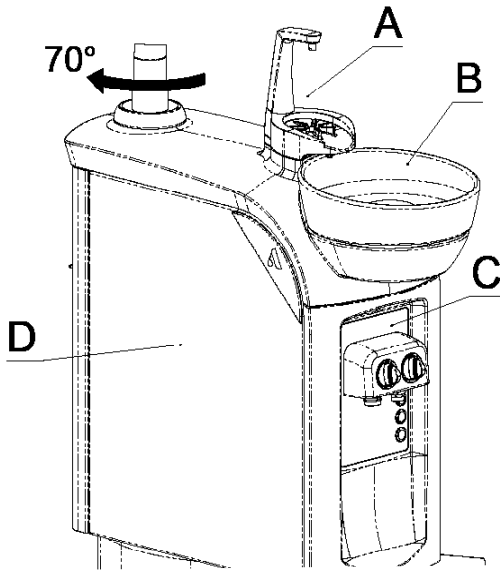

Abb. 8
Die Wassereinheit hat im Verhältnis zum Tragarm einen Drehbereich von ca. 70°, wodurch die Ergonomie der täglichen Arbeit erleichtert wird. Zur Gewährleistung maximaler Hygiene ist der obere Teil mit der Becherhalterung (A) und dem Mundspülbecken (B) aus Porzellan gefertigt (Abb. 8).